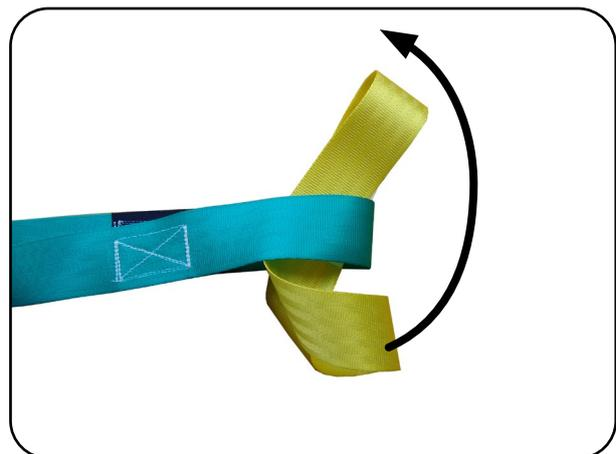

Abb. 6.1.02 – Schlinge über das Ende führen
2. Führen Sie das untere Ende der Verlängerungsschleife, in einem Halbkreis, um die letzte (grüne) Einhängeposition des aks-Liftermgurt und schieben Sie es über das obere Ende der Verlängerungsschleife (Abb. 6.1.02).